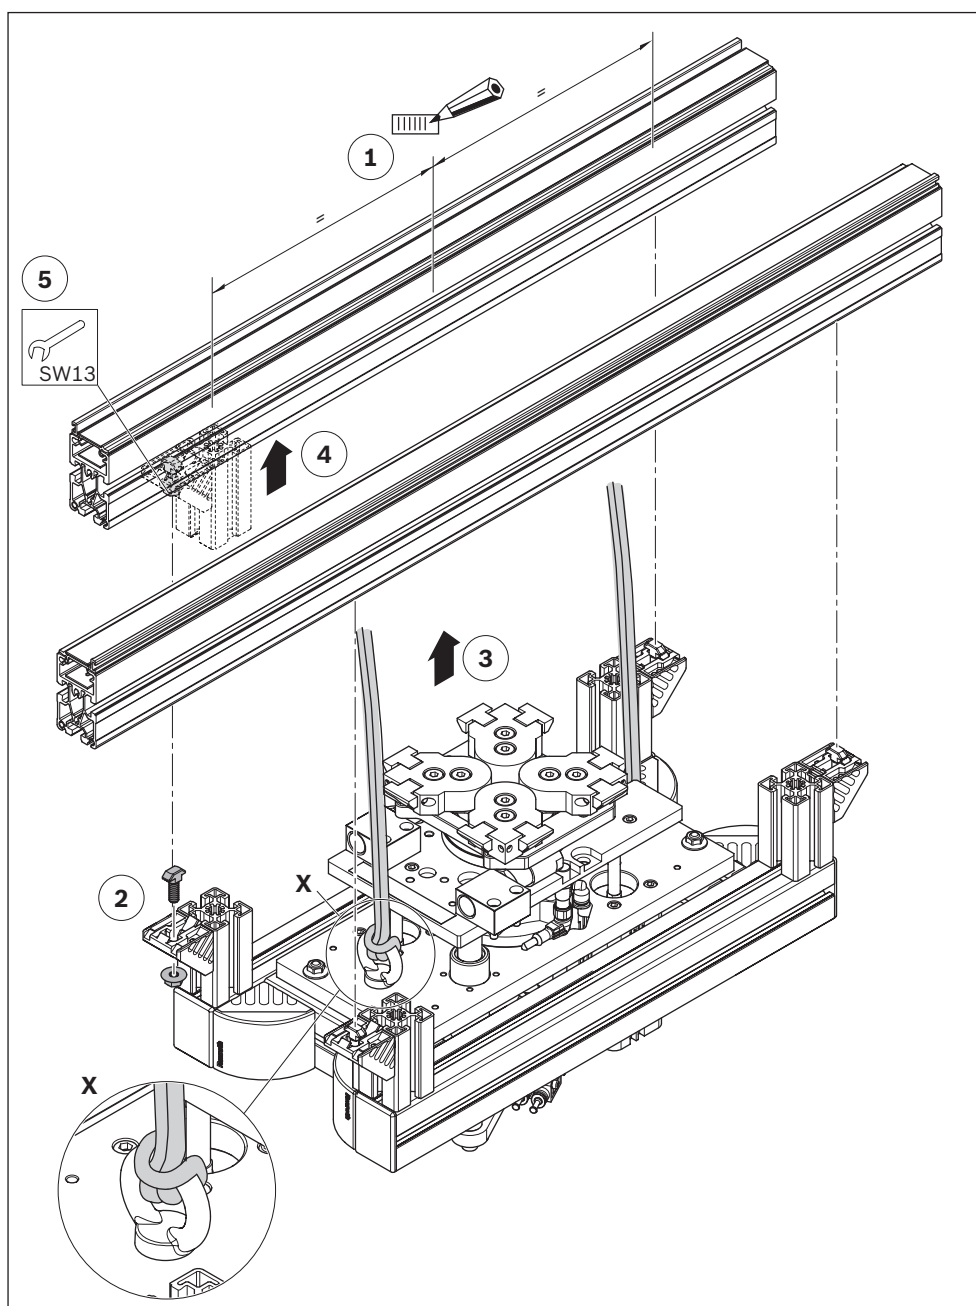

Fig. 7: Montaje de la unidad de elevación y giro HD 2/H de tamaño constructivo 1 en el tramo ST 2 (aquí tamaño constructivo 1 180°)
Utilice una ayuda de elevación para levantarlo. Como punto de enganche para una eslinga redonda, p. ej., sirven los cáncamos (X) de la placa base (véase, p. ej., Fig. 7 en la página 21)
Utilice una ayuda de elevación para levantarlo. Como punto de enganche para una eslinga redonda, p. ej., sirven los cáncamos (X) de la placa base (véase Fig. 7)